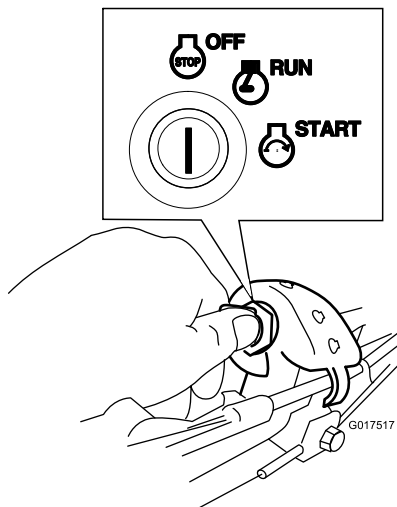

Рисунок 22
1. Поверните ключ в положение Off (Выключено) (Рисунок 22).